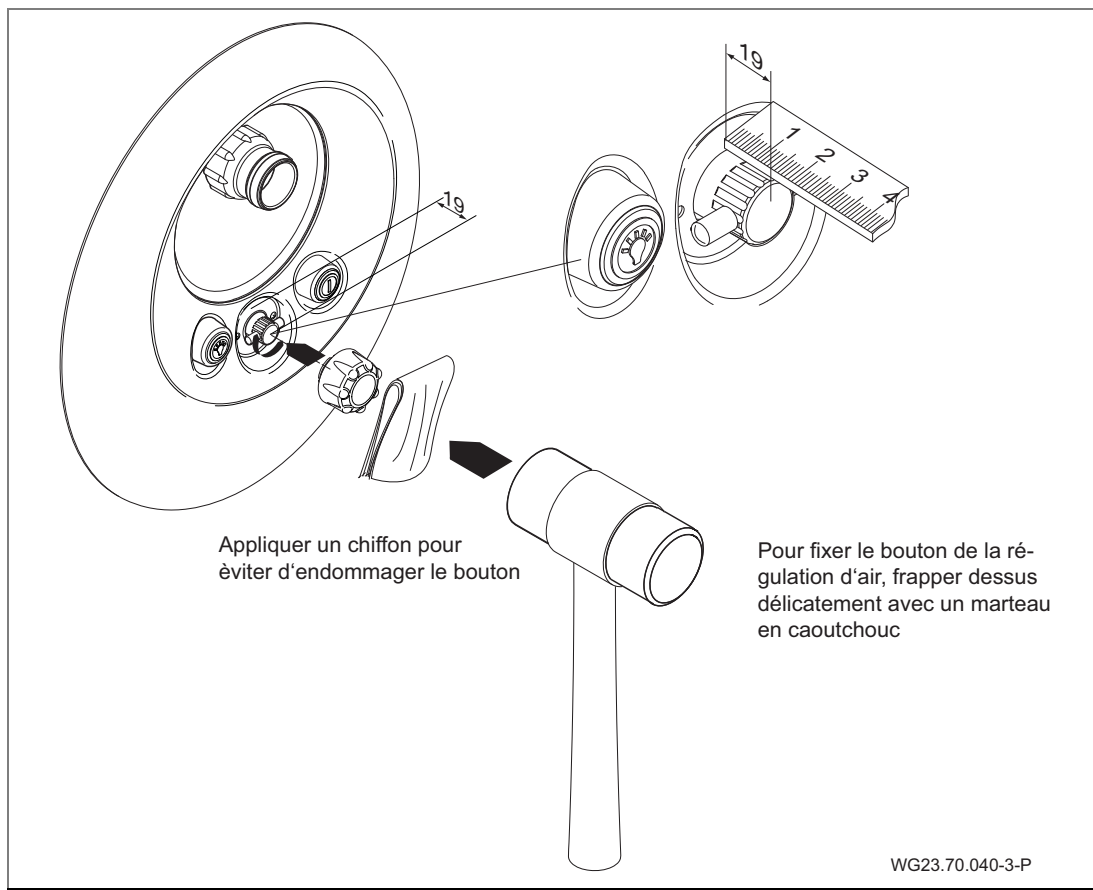

Fig. 21
11. Fixer le capuchon pour la régulation d'air. (Fig. 21)
12. Côté aspiration et côté refoulement, raccorder la pompe Jet (92) avec le demi-vissage (98, 99, 100), l'équerre en caoutchouc (79) et les pinces assorties (75) sur le boîtier de montage (1).